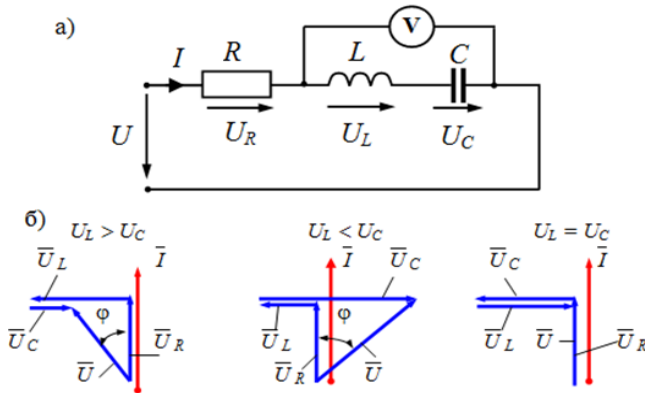

Рис.13. Схема цепи с последовательным соединением RLC-элементов
Схема цепи с последовательным соединением заданных величин  $RLC$  и выбранные для нее направления действующих значений тока и напряжений представлены на рис. 13,а. Для этой одноконтурной цепи справедлив второй закон Кирхгофа для действующих значений напряжений в векторной форме записи:
Угол сдвига фаз  $\varphi$  между напряжением и током на входе цепи, как видно из треугольника напряжений, показанного на рис. 13,б, определяется соотношением
Заметим, что а) при  $U_L > U_C$   $\varphi > 0$  и цепь имеет индуктивный характер – вектор тока  $\bar{I}$  отстает от вектора напряжения  $\bar{U}$  по фазе; б) при  $U_L < U_C$   $\varphi < 0$  и цепь имеет емкостной характер – ток  $\bar{I}$  определяет напряжение  $\bar{U}$  по фазе; в) при  $U_L = U_C$ ,  $\varphi = 0$  цепь имеет чисто активный характер – ток и напряжение цепи совпадают по фазе. В исследуемой цепи наступает **резонанс напряжений**. При этом  $X_L = X_C$  (рис. 13,б) и полное сопротивление цепи  $Z = R$  является минимально возможным, а действующее значение тока цепи  $I = U / R$  – максимально (при неизменном значении  $U$ ).
**Пример.** Для цепи, изображенной на рис. 13,а, известны следующие величины: R = 400 Ом; L =  $80 \cdot 10^{-3}$ , Гн; C =  $0,125 \cdot 10^{-6}$  Ф; U = 20 В.
Требуется определить: 1) угловую резонансную частоту  $\omega_0$ ; 2) действующее значение  $I$  тока цепи и действующие значения напряжений на активном сопротивлении  $R$ , индуктивности  $L$  и емкости  $C$  при резонансе; 3) построить векторную диаграмму цепи при резонансе; 4) определить при резонансе показание вольтметра электромагнитной системы, включенного так, как это показано на рис. 13,а; 5) построить частотные характеристики полного сопротивления  $z$ , действующего значения тока  $I$  цепи и угла сдвига фаз  $\varphi$  между напряжением и током в пределах от  $0,3\omega_0$  до  $2\omega_0$  при неизменном действующем значении приложенного к цепи напряжения; 6) определить величину добротности  $Q$  цепи аналитически и графически; сравнить полученные результаты между собой.